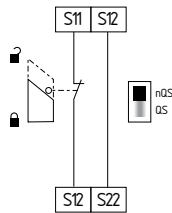

Fig. 12
**Surveillance de protecteur à 1 canal avec dispositifs d'interverrouillage selon EN ISO 14119 (Fig. 12)**